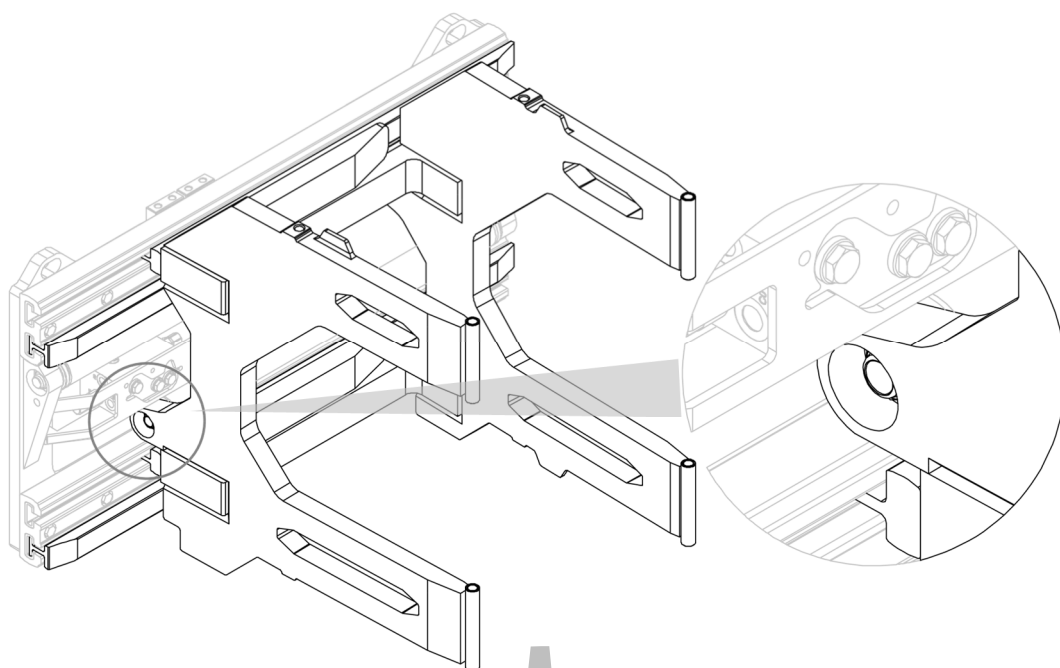
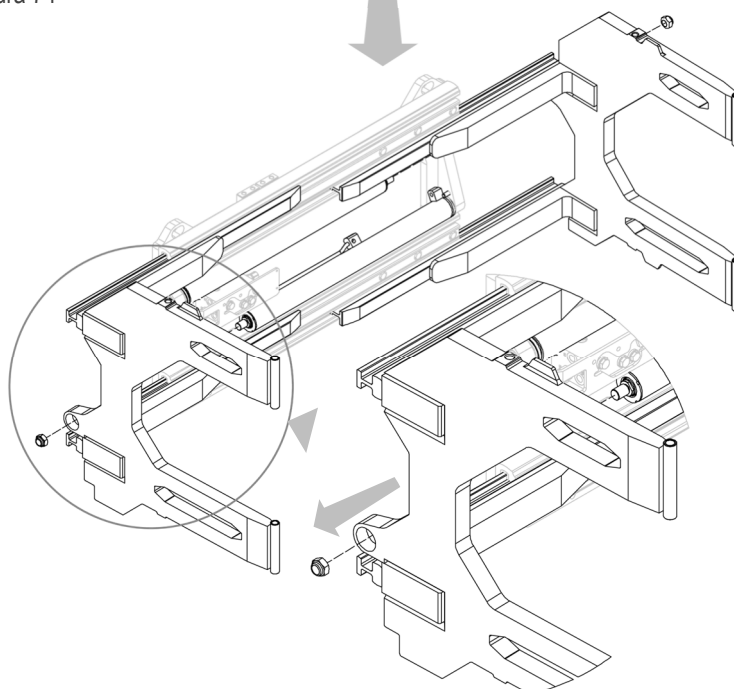

Figura 74
Figura 75
3. Extraer, una a una, las horquillas de los asientos correspondientes, después de extraer las tuercas que las unen a los cilindros (ver *Figura 74* y *Figura 75*).